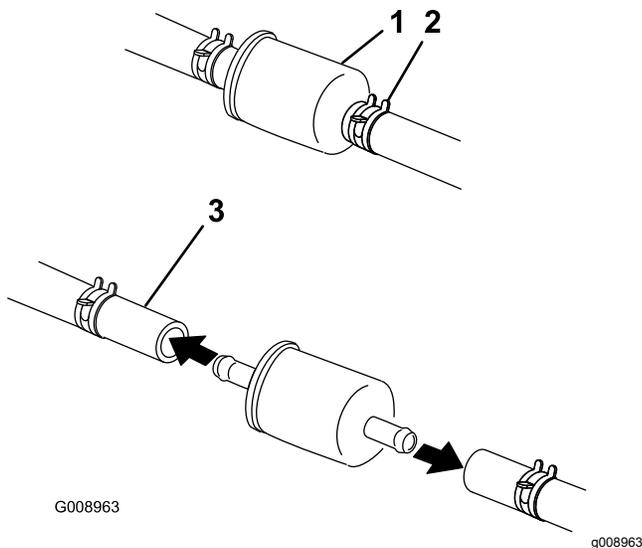

Bild 60
5. Drücken Sie die Enden der Schlauchklemmen zusammen und schieben Sie sie vom Filter weg (Bild 60).
7. Setzen Sie einen neuen Filter ein und schieben Sie die Schlauchklemmen an den Filter heran (Bild 60).